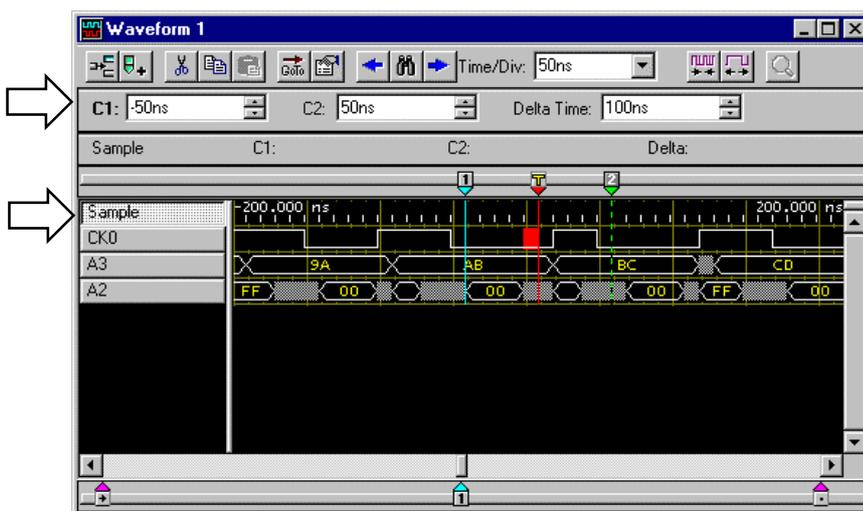

図 3-19 : ロジック・アナライザ波形の Waveform ビュー
2. [LA1:Sample]を選択します (図 3-19)。